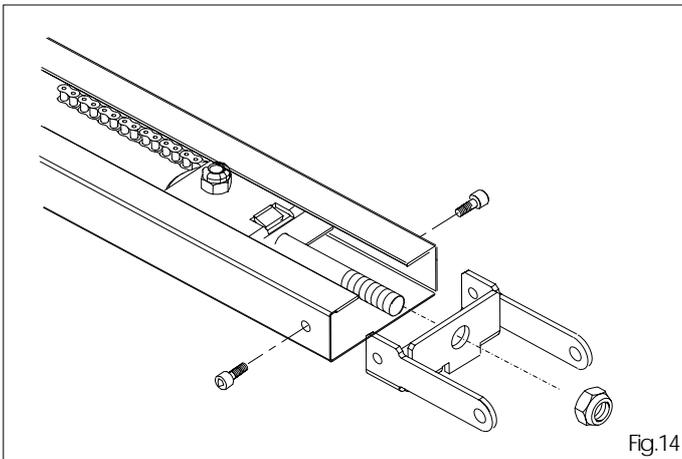

Fig.14
5.10 Introduzcan la brida en la guía de deslizamiento bloqueándola con dos tornillos Allen M5 suministrados en dotación (fig.14), y tensen la cadena con la tuerca destinada a tal fin (fig.14).